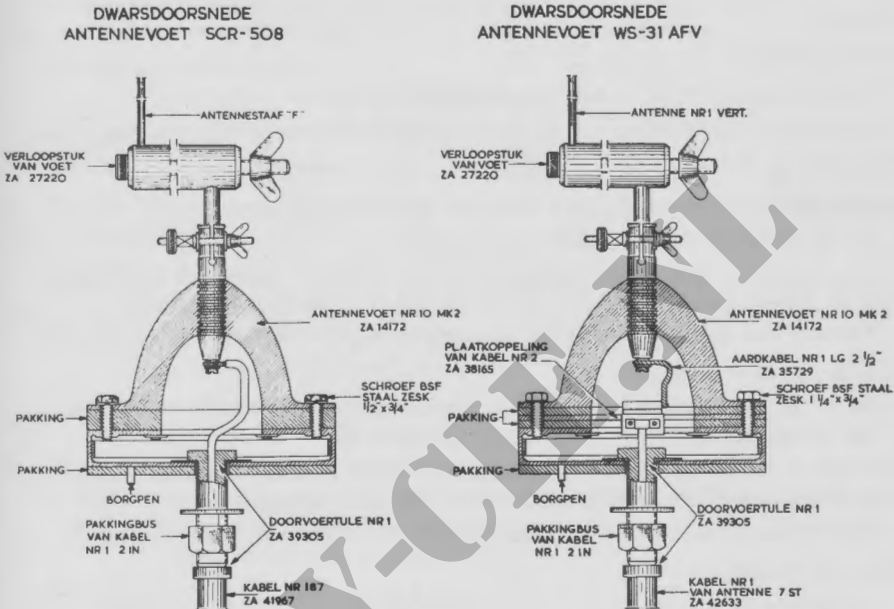

Fig. 74. Dwarsdoorsneden antennevoeten van de SCR-508 en de WS-31 AFV
3. Plaats de antenne-invoerkabel tegen de bovenkant van de antennevoet en zet het boutje vast (zie fig 74).
Verwijder, indien de aardkabel nr. 1 gebroken is (pigtail), de beide delen. Er is een pigtail als reserve bij de uitrusting. Plaats zorgvuldig de aardingskabel en zet deze vast zoals in fig. 74 is aangegeven.